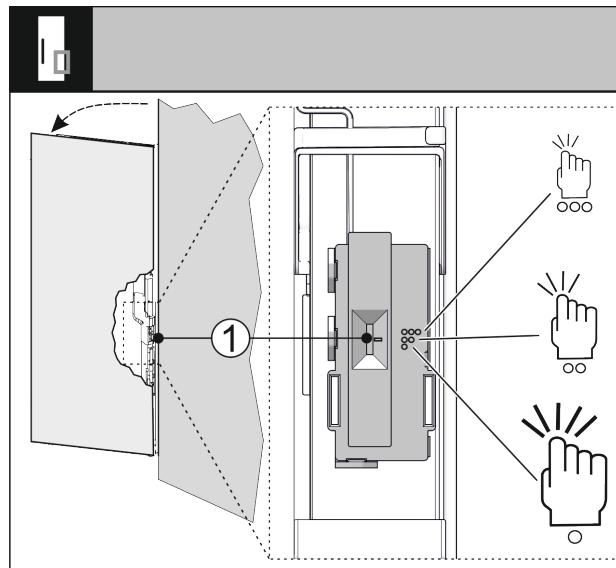

Fig. 34
Občutljivost signala trkanja lahko nastavite s stikalom Fig. 34 (1). Stikalo je na strani tečajev na spodnji tretjini vrat.
- Stikalo Fig. 34 (1) potisnite v želeno postavitev stikala.